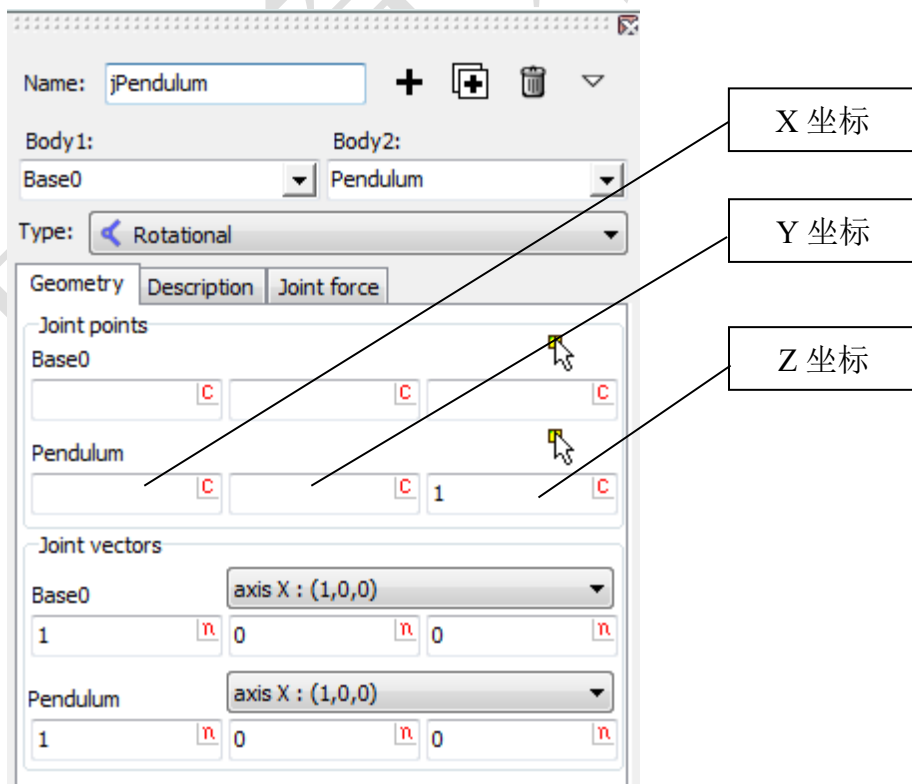

图 1.12 设置转动铰参数
3. 在 **Joint points** 参数框定义 **Pendulum** 的 **Z** 坐标为 **1**，使单摆的上端点与 Base0 的原点重合，转动轴保持缺省的 X 轴，如图 1.12 所示。